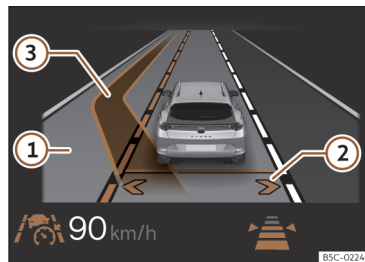

Fig. 147 No ecrã do painel de instrumentos: visualização da mudança de faixa de rodagem assistida (representação esquemática).
Desta forma, ativa-se a mudança de faixa de rodagem assistida. As setas da sua própria faixa no ecrã do painel de instrumentos mostram-se em cinzento >>> **Fig. 147**
Se o sistema não detetou qualquer objeto no campo de deteção do sistema de sensores e é possível uma mudança de faixa de rodagem assistida para uma faixa adjacente, a faixa correspondente é mostrada no ecrã do painel de instrumentos junto à faixa do condutor. A seta do lado da faixa correspondente aparece em branco >>> **Fig. 147** ②.